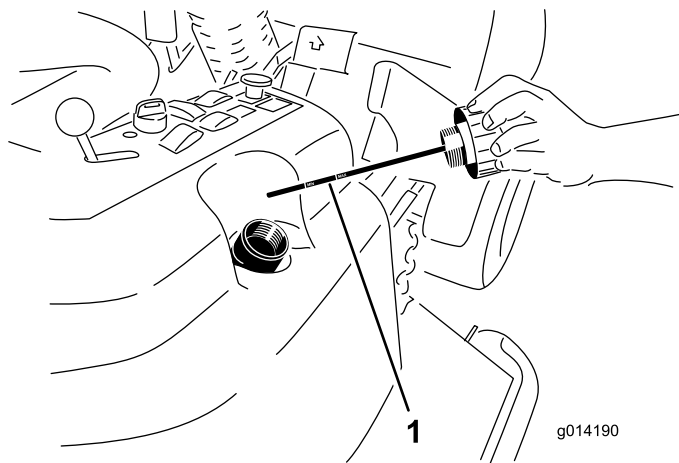

Рисунок 62
2. Снимите крышку (Рисунок 62) с маслобака.
3. Извлеките масляный щуп и протрите его чистой ветошью (Рисунок 62).
4. Вставьте масляный щуп в заливную горловину до отказа; затем извлеките его и проверьте уровень жидкости (Рисунок 62).